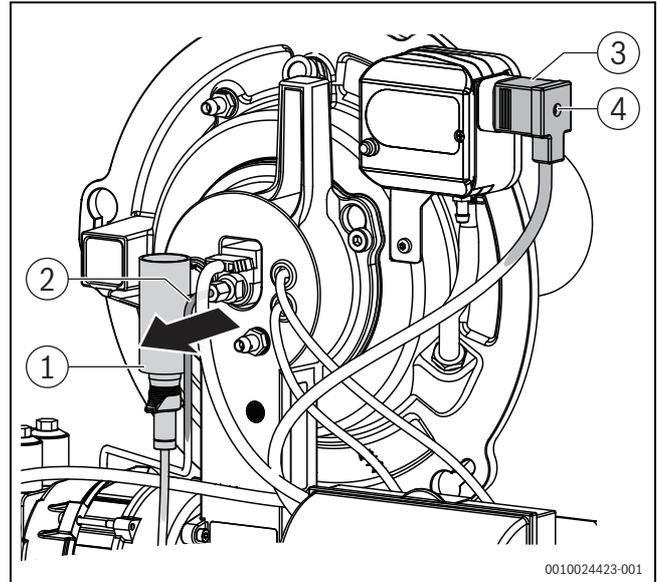

Bild 73 Ölleitung herausziehen
- Ölleitung (→Bild 73) um ca. 5 mm herausziehen und zurück federn lassen.
- ▶ Anschlussstecker des Druckwächters aufstecken und mit Sicherungsschraube sichern (→Bild 73)
- ▶ Sicherungsschraube am Anschlussstecker des Druckwächters lösen und Anschlussstecker abziehen (→Bild 73).